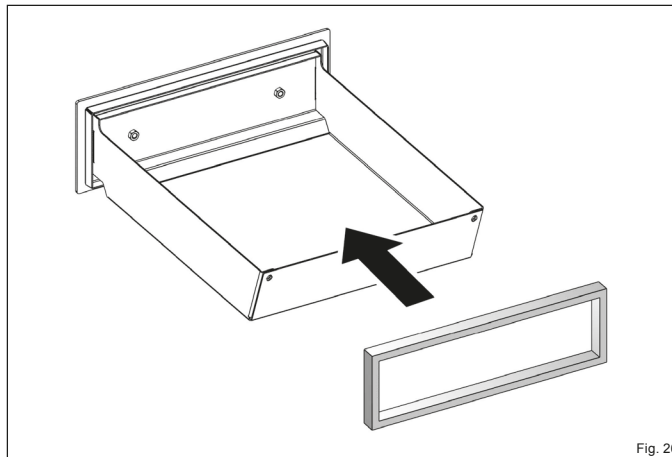

Fig. 26
- ▶ Appuyez uniformément sur le nouveau joint dans le guide du (Fig. 26).